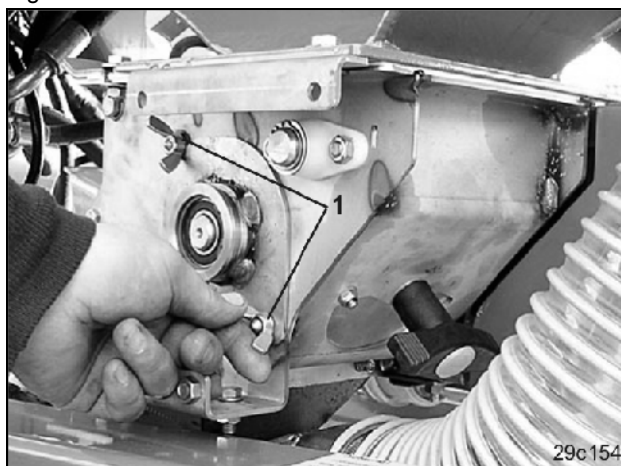

Fig. 73
- Slăbiți două piulițe fluture (Fig. 73/1), dar nu le deșurubați de tot.